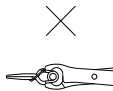

Fig. 4
- (3) Si el clip no está correctamente sujetado, podría deslizarse o aflojarse en la pinza. Esto también estropea la parte del muelle del clip, y puede quebrar el muelle. (Fig. 4, 5 y 6)